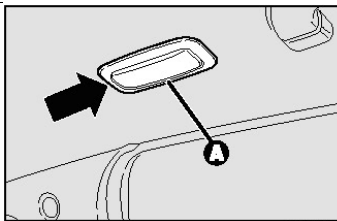

рис. 44
- Выньте передний плафон **A** - **рис.44** , нажав в точках, указанных стрелкой;